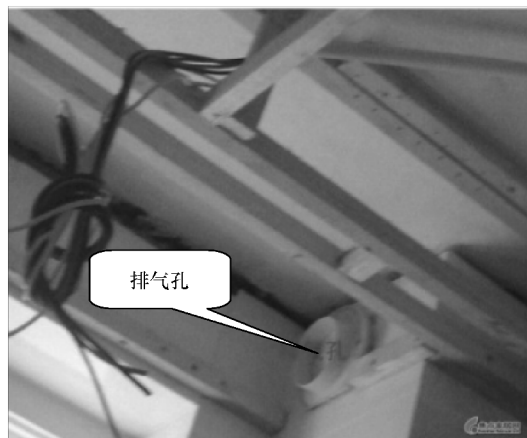
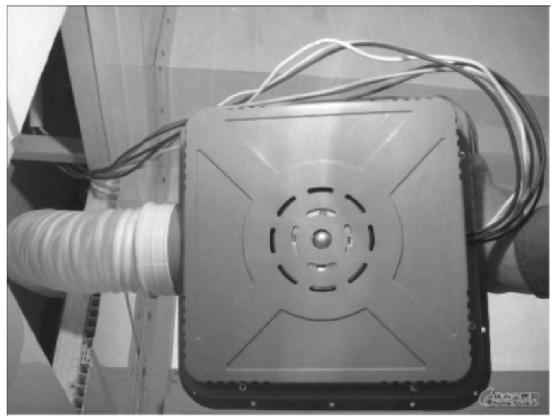

图 7-13 注意排气孔的位置
图 7-14 排气管塞入排气孔
6) 把通风管伸进室内的一端拉出套在离心通风机罩壳的通风口上, 如图 7-13 所示。需要注意的是通风管的走向应尽量保持笔直, 然后将浴霸的箱体塞进孔穴中, 如图 7-14 所示。